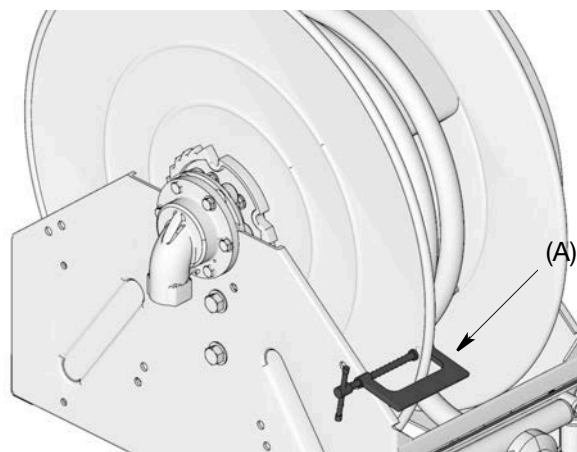

Fig. 13
3. Fije una abrazadera en C (A) a la brida del carrete como se muestra en la FIG. 13 para evitar que el carrete se desenganche por accidente y gire libremente.
- Fije con firmeza una abrazadera en C (A) a la brida del carrete como se muestra en la FIG. 13 para evitar que el carrete se desenganche por accidente y gire libremente.